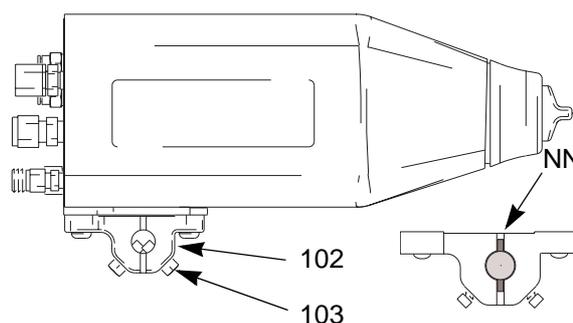

Fig. 4. Fixation
1. Desserrer les deux vis (103) de la fixation et faire coulisser la fixation (102) sur une tige de 13 mm (1/2 in.). Voir Fig. 4.
REMARQUE: Pour faciliter le positionnement, introduire une broche de positionnement de 3 mm (1/8 in.) dans le trou (NN) de la fixation et dans un trou de la tige. Voir le détail à la Fig. 4.